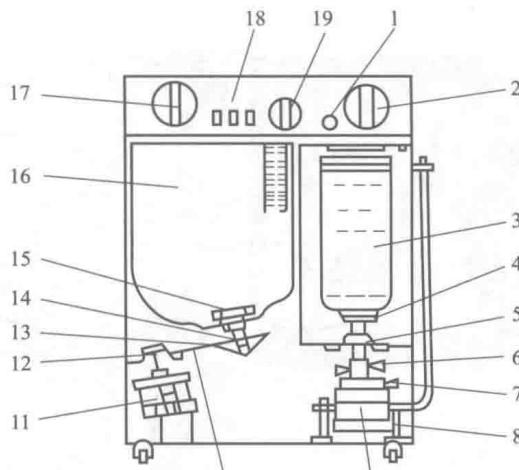

图 1-2 双桶洗衣机的结构
(3) 按结构形式分类 早期产品,多为简易型或是普通型。它只有一只桶,只有洗涤和漂洗两种功能,并且需要由人工进行转换。由于该洗衣机已退出市场,故此处不再讲述。
① 双桶洗衣机 双桶洗衣机有普通型和半自动型,功能比单桶洗衣机更加齐全。双桶洗衣机的价格比较低廉,维修起来也比较简单,操作很方便,但自动化程度不高。双桶洗衣机的结构如图 1-2 所示,其实物部件分解如图 1-3 所示。